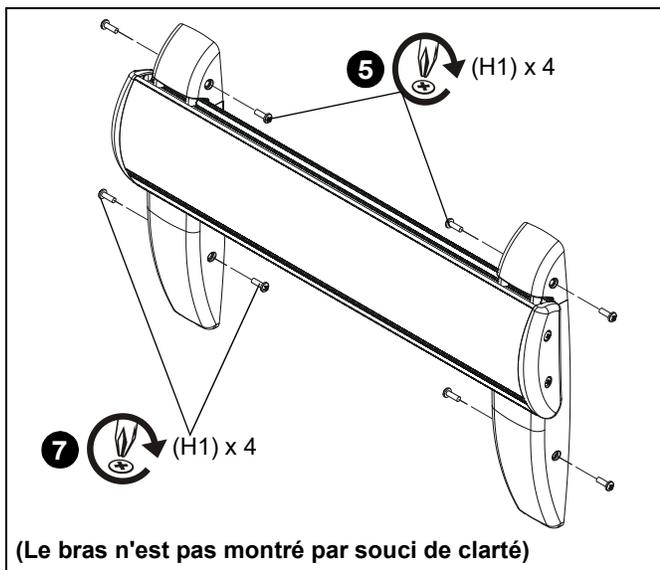

Figure 59
5. Fixez les caches supérieurs (J) du support mural aux bras du support mural en installant quatre vis mécaniques cruciformes à tête bombée #8-32 x 1/2 po Phillips (H1) dans les trous des caches et du support mural. (Voir figure 59)
7. Fixez le cache inférieur (K) du support mural aux bras du support mural en installant quatre vis mécaniques cruciformes à tête bombée #8-32 x 1/2 po Phillips (H1) dans les trous du cache et du support mural. (Voir figure 59)